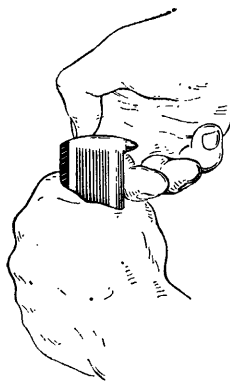

Рис. 98. Как вынуть патроны из магазина
5) вынуть патроны из магазина: взяв магазин в левую руку, большим пальцем правой руки сдвинуть патрон вперед по подавателю магазина и подхватить его ладонью той же руки; так же вынуть и остальные патроны (рис. 98); поднять с земли патрон, выброшенный затвором из патронника, и обтереть его тряпкой;